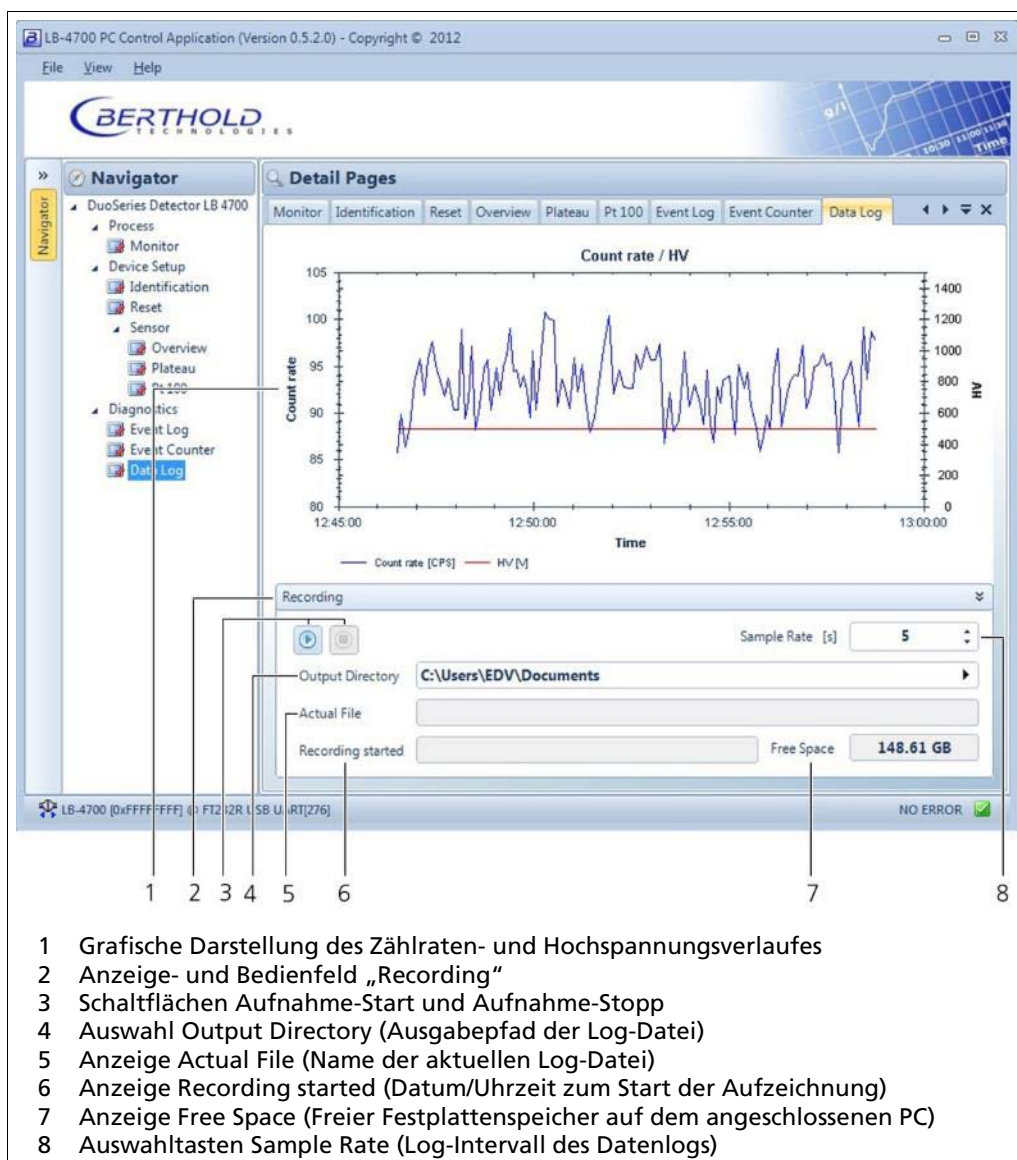

Abb. 48 Diagnostics | Data Log
Öffnen Sie in der Menügruppe **Device Setup | Diagnostics** des Navigators das Untermenü **Data Log** durch Doppelklicken auf **<Data Log>** (Abb. 48). In diesem werden die aktuelle Zählrate und Hochspannung des Detektors grafisch dargestellt.
- 3. Um die Aufzeichnung der Log-Daten auf dem PC zu starten, klicken Sie auf **Recording | <Aufnahme-Start>** (Abb. 48, Pos. 4).
- 4. Um die Aufzeichnung zu stoppen, klicken Sie auf **<Aufnahme-Stop>** (Abb. 48, Pos. 3).
- 5. Klicken Sie auf die Auswahlpfeile oder klicken Sie in das Feld **<Sample Rate>** (Abb. 48, Pos. 8), um das Log-Intervall auszuwählen bzw. einzutragen.